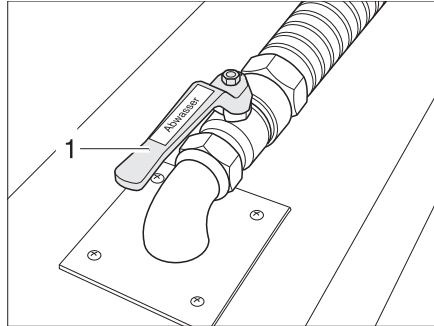

Bild 262 Abwasserhahn
Der Abwasserhahn (Bild 262,2) ist im Doppelboden angebracht. Der Abwasserhahn ist durch den Schriftzug "Abwasser" gekennzeichnet.
- Abwasserhahn (Bild 262,2) öffnen. Das Abwasser läuft ab.